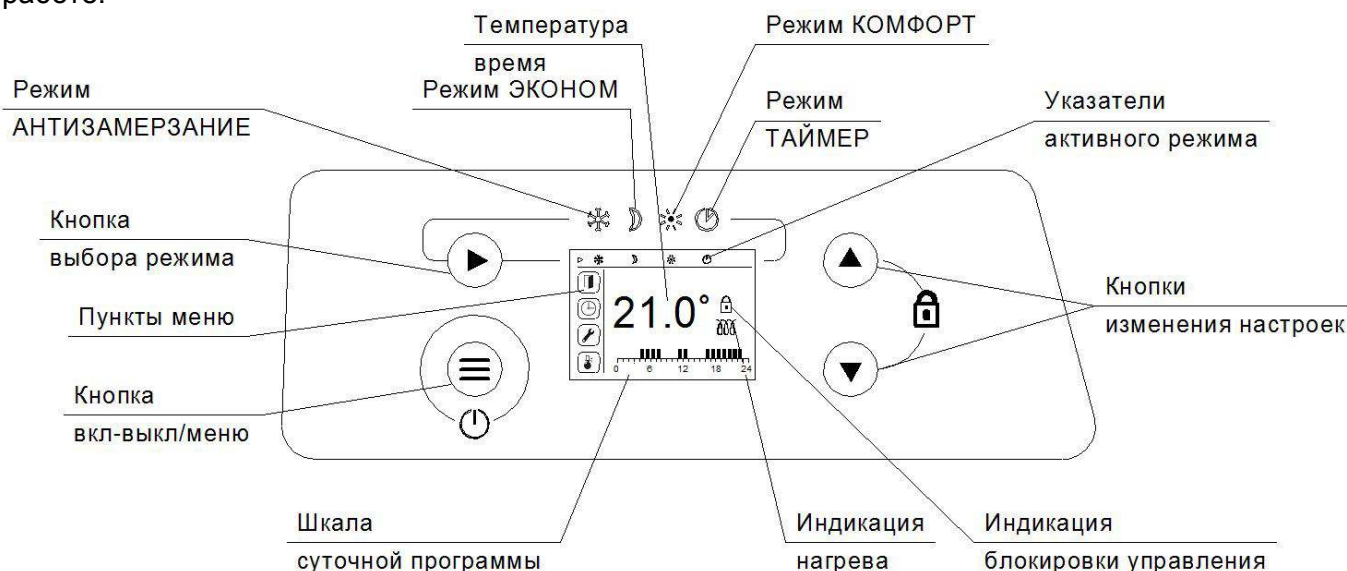

Рис. 5
4.7 Вставьте вилку шнура электропитания конвектора в розетку электросети. Засветится дисплей на панели управления (рис. 5), на дисплее отобразится текущее время. Конвектор готов к работе.